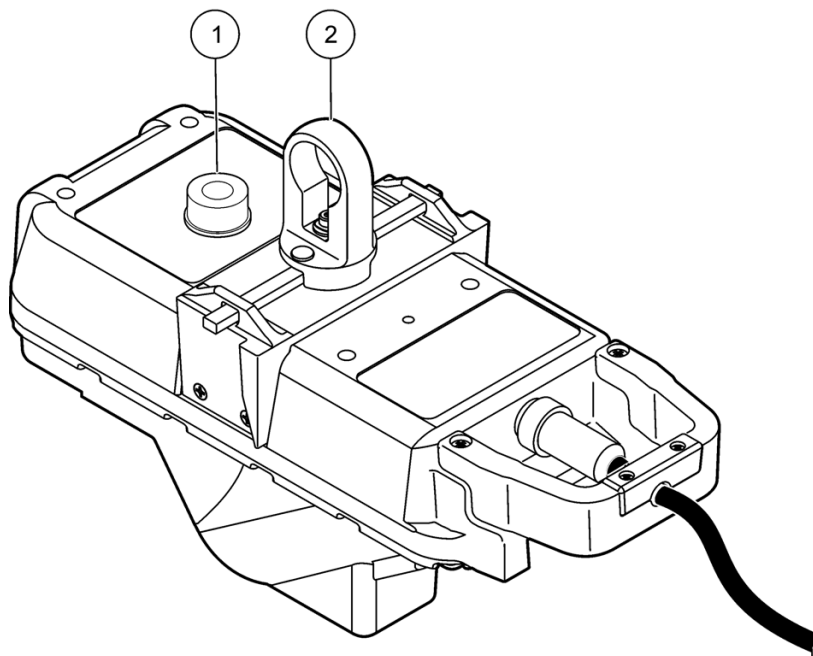

Abbildung 10 Horizontale Ausrichtung
Der Sensor passt nur in einer Richtung auf den Rahmen und rastet ein, wenn der Bügel am Sensor gedreht wird (Abbildung 10). Der Sensor kann vom Rahmen genommen und wieder darauf befestigt werden, ohne den Schacht zu betreten, wenn der optionale Installationsstab verwendet wird (siehe Zubehör auf Seite 37).
- 4.3 Drehen Sie den Bügel, um den Sensor am Rahmen zu befestigen (Abbildung 10).
1.3 Entfernen Sie die Papierabdeckung von der Wasserwaage, und bringen Sie die Waage am Sensor an (Abbildung 10 auf Seite 20).